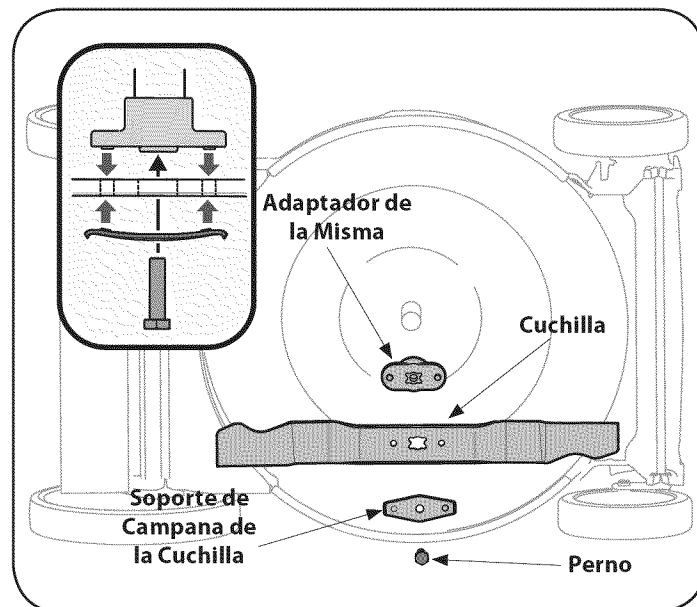

Figura 17
2. Saque el perno y el soporte de campana de la cuchilla que sostienen la cuchilla y el adaptador de la misma al cigüeñal del motor. Vea la Figura 17.